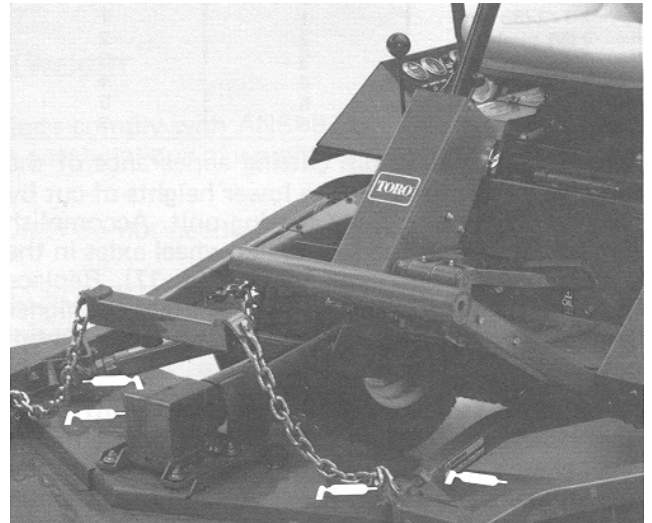

Bild 24
- Messerspindellager (Bild 24)
- Rechte und linke Schubarmkugelgelenke (Bild 24)